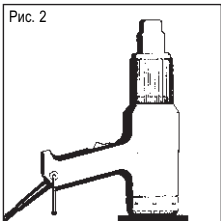

Рис. 2
При эксплуатации инструмента в стоячем виде (рис. 2) опорную скобу (8) следует зафиксировать, протолкнув ее в паз для фиксации, и поставив инструмент на решетчатое колесико (7) и опорную скобу (8), можно ра-